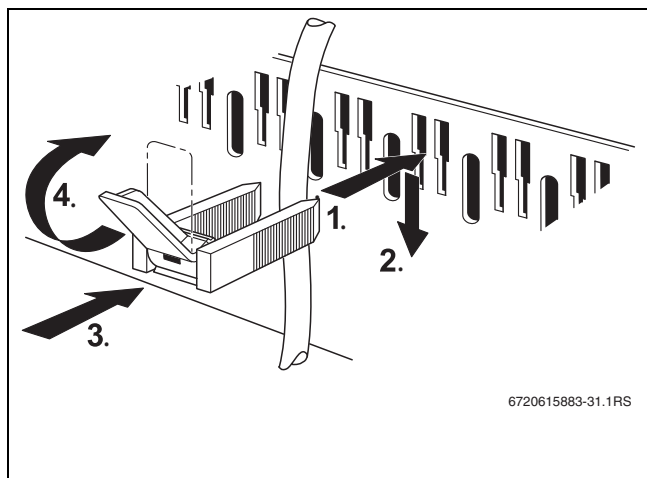

Fig. 34 Fixer le câble avec le collier
- Insérer le collier de câble avec la conduite par le haut dans les fentes du cadre de serrage (→ fig. 34, page 29).